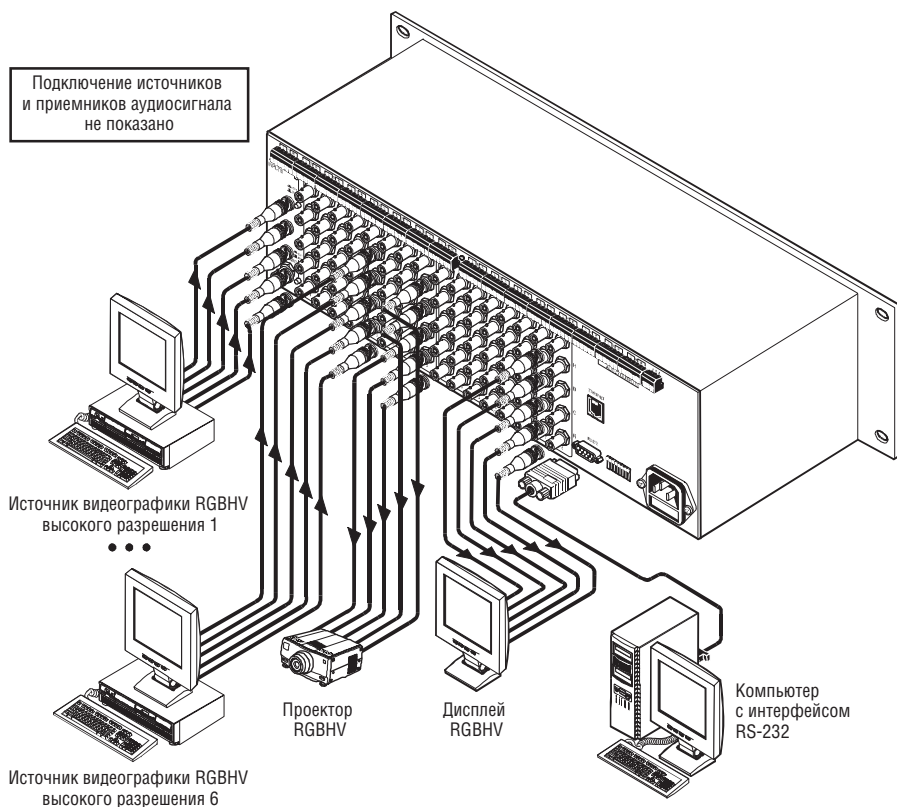

Рис. 6. Подключение источников и приемников сигнала к матричному коммутатору VP-88ETH
Подключение и настройка всех описываемых здесь матричных коммутаторов рассматривается на примере **VP-88ETH** (рис. 6).
4. Подключите приемники балансного стереофонического сигнала (не показаны на рис. 6) к соответствующим разъемам для клеммных блоков *AUDIO OUTPUTS*.
7. Подключите сетевой шнур (не показан на рис. 6).